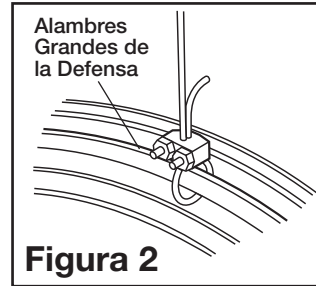

Figura 2
1. Entrelazar el cabo del Cable alrededor de los Alambres de Diámetro Grande tanto por la Parte Delantera como por la Parte Trasera de la Defensa del Ventilador (Figura 2).
2. Fijar la Mordaza del Cable de manera que la "U" del lado del cabo del bucle quede con cabo de 1 a 2 pulgadas aproximadamente. Apretar las Tuercas de la Mordaza. Hay que asegurarse de que ninguna parte del Cable estorbe a la Paleta (Figura 2).